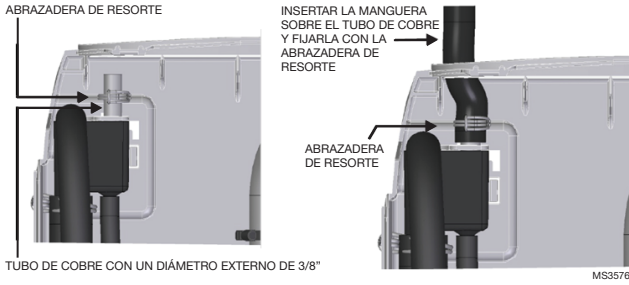

Fig. 13. Retorno del condensado.
- Se debe instalar un sifón en forma de "P" en la parte inferior del sifón de condensado. La altura central del sifón debe ser 2 in mayor que la presión estática del conducto (ver la Fig. 13).